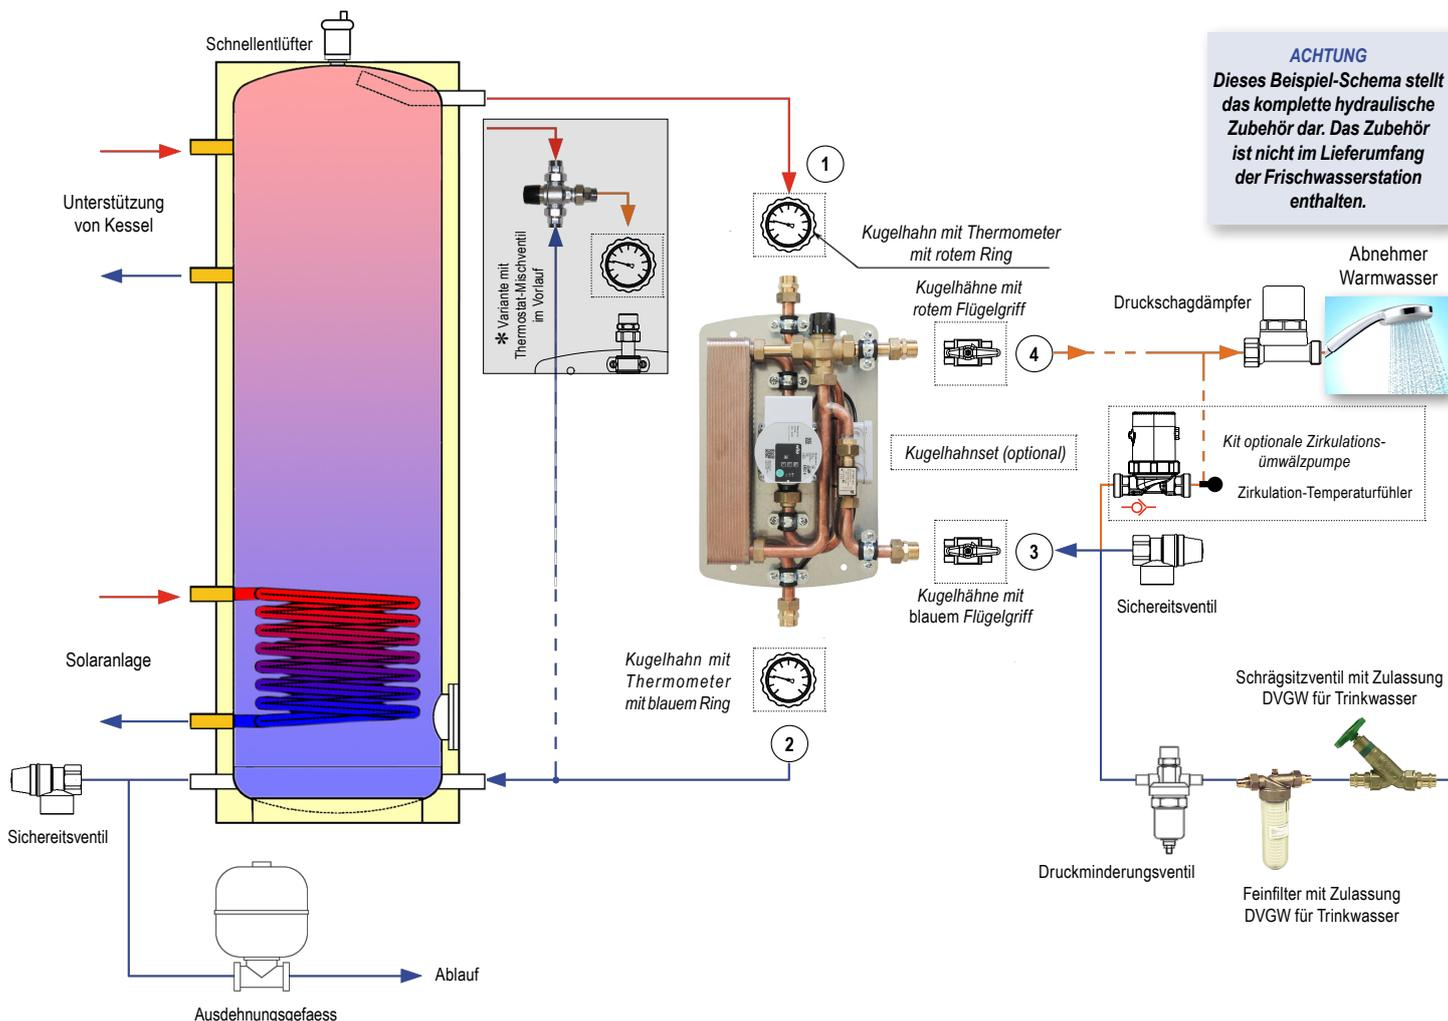

Abb.1: Anlagenschema der Frischwasserstation ModvFresh 2 T
- ✓ Den Ventilsatz (optional) montieren laut Darstellung bei *Abb. 1*;
Die Temperatur im Puffer muss mindestens um 10 K höher sein, als die gewünschte Warmwasser-Temperatur der Sanitär Wassers. Höhere Differenz von Temperaturen erlauben die Zapfmenge zu verlängern. Bei hartem Wasser wir empfehlen, auf keinen Fall die Temperatur von 70°C (Vorlauf Puffer) zu uebersteigen, um Kalkstein-Ablagerungen auf der Sekundärseite des Platten-Wärmetauschers zu vermeiden; evetuell ist ein thermostatisches Mischventil einzusetzen (Abb. 1).